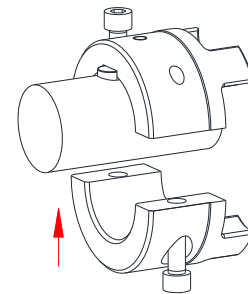

Fig. 16 : Montage du moyeu SPLIT sur l'arbre
- Positionner sous l'arbre la demi-coquille inférieure du premier moyeu SPLIT par rapport à la demi-coquille supérieure (voir fig. 16). Visser les vis cylindriques de quelques tours.